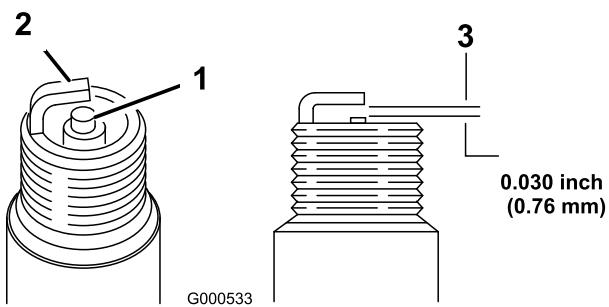

Figura 23
- Ajuste el hueco entre los electrodos de la bujía nueva a 0,03 pulg. (0,76 mm) (Figura 23).